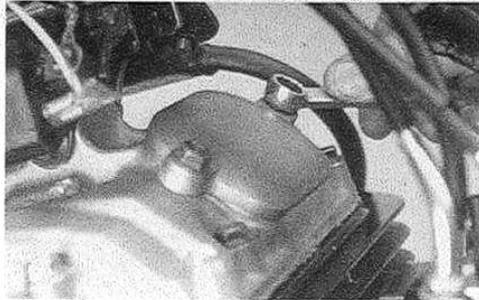

Bild 27
- Kolben muss im oberen Totpunkt des Zünd-(Arbeits-) Takts stehen. Dazu Kontrolldeckel abnehmen: Mit Gummihammer kräftig auf Deckel schlagen und Deckel mit entsprechend kräftigem Schraubendreher ausdrehen. Kurbelwelle an Generator-Schraube auf OT-Markierung drehen bis Rotor- und Gehäusemarkierung fluchten (Bild 27). Kipphebel von Ein- und Auslass müssen Spiel aufweisen.